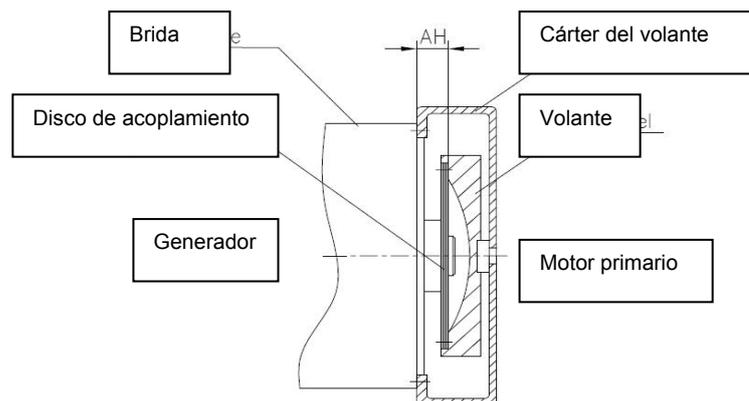

Figura 3-1. Conexión con el motor
- Verifique que el offset (AH) concuerde con la medida correspondiente en el plano acotado (vea la figura 3-1 a continuación).